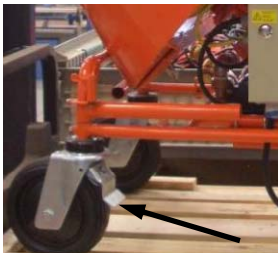

Fig. 17: Roda com imobilizador
1. Antes da colocação em funcionamento da máquina, bloqueie a roda com o imobilizador (Fig. 17).